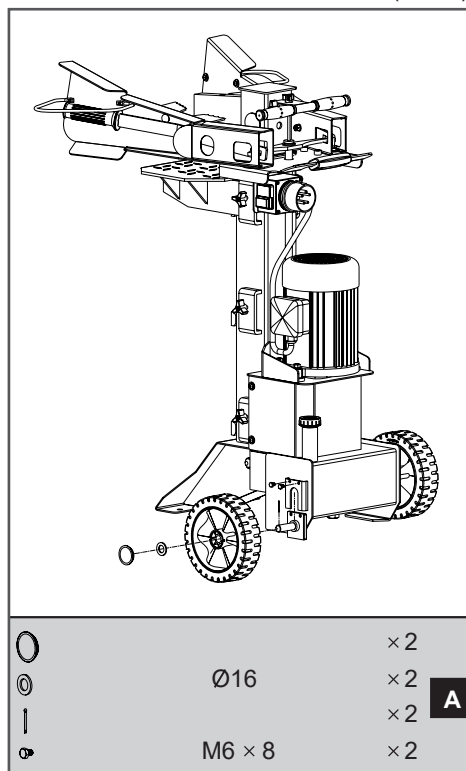

Рис. 3 Установка колес
2. Установить на дровокол 1 втулки колесные 5 (Рис. 2) и закрепить их болтами (Рис. 3).
3. Установить колеса на втулки и закрепить их шайбами и шплинтами (Рис.3)